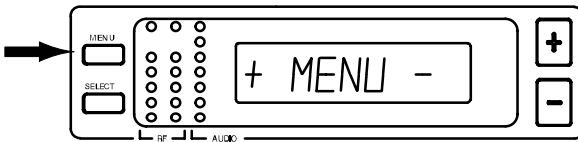

FIGURA 21
1. Oprima el botón de MENU. La indicación “+ MENU -” aparece en la pantalla, como se muestra en la Figura 21.